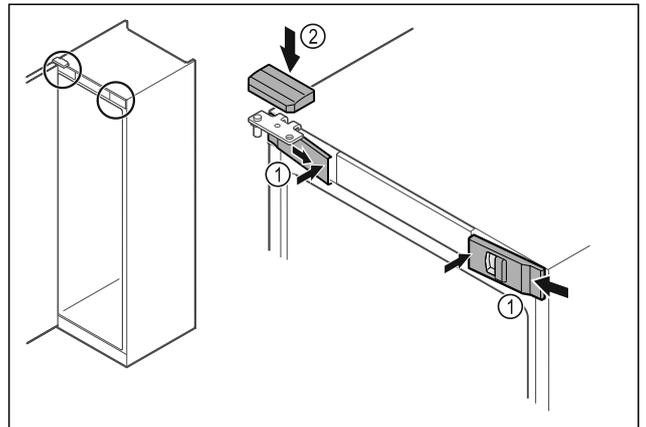

Fig. 54
- ▶ Enganchar las cubiertas delanteras Fig. 54 [1] lateralmente y encajar el interior.
- ▶ Encajar la cubierta superior Fig. 54 [2] desde arriba.